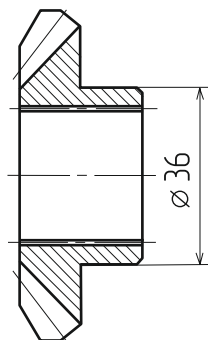

Рис. 6
- ❗ **ВАЖНО:** Корпус дифференциала раздаточной коробки нашего производства расточен под установку полуосевой шестерни на 36 мм. Замерьте имеющуюся у вас полуосевую шестерню, как показано на Рис. 6.